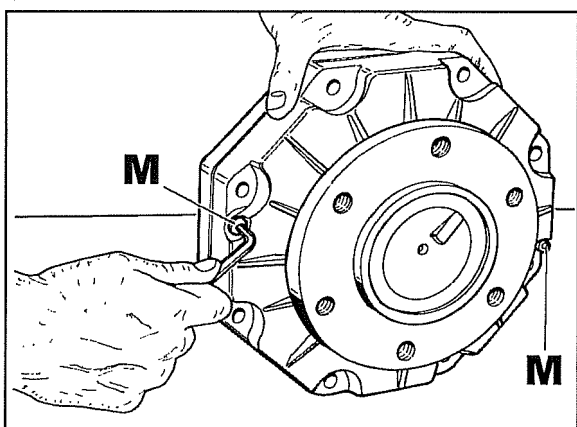
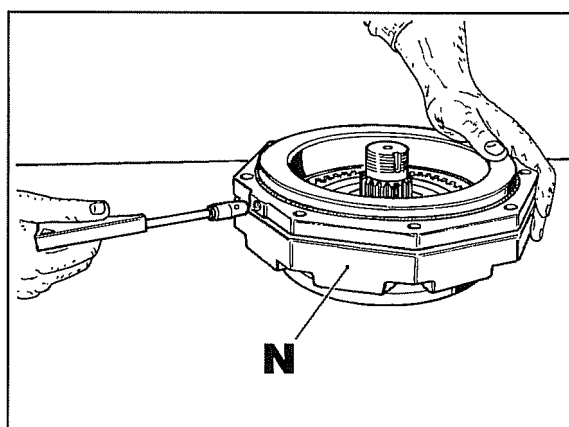

Fig. 24
Fig. 25
- 34 Virar a massa de travagem e tirar os parafusos **M** fig. 24. Virar novamente a massa e utilizando um compressor assoprar (com cuidado) no furo de alimentação do cilindro para dividi-lo da flange **N** como ilustrado na fig. 25.